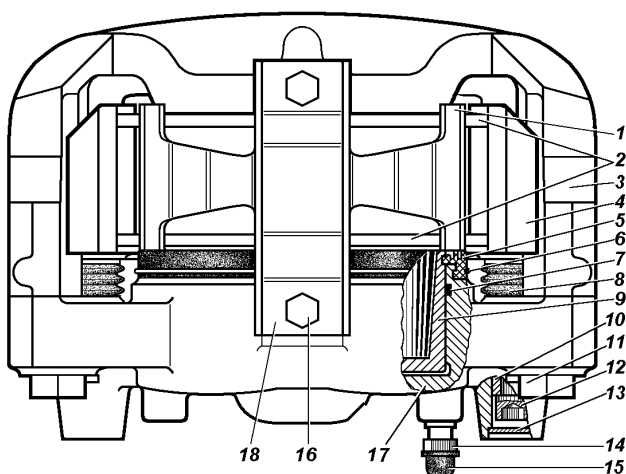

Рис. 9.39. Передние дисковые тормоза:
**Дисковый тормоз передних колес.** Для осмотра тормозных колодок 2 (рис. 9.39) установите автомобиль на горизонтальной площадке, затормозите стояночным тормозом и снимите колесо. Осмотр колодок проводите через окно в суппорте 4. Если фрикционные накладки износились до толщины